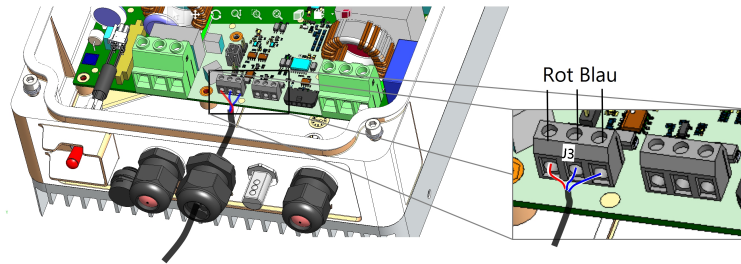

Abbildung 5: Anschluss des Sensorkabels an das Smart Energy-Warmwassergerät
5. Schließen Sie das andere Ende des Sensorkabels an den Smart Energy Warmwasser-Controller an (Siehe *Abbildung 5*):
Stellen Sie sicher, dass die verwendete Stiftleiste zum Steckverbinder passt (*Abbildung 5*):